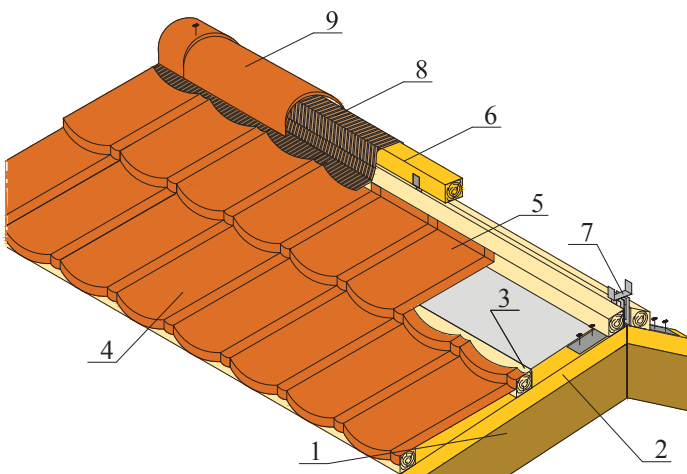

Рис. 19
4.7.1. На коньковый брус укладывают аэроэлементы конька/ребра с микроперфорацией. Аэроэлементы укладывают самоклеящимися полосами вниз с нахлестом 50 мм, крепят механически с шагом 300 мм и прикатывают резиновым валиком к кровельным панелям (см. рис. 19).